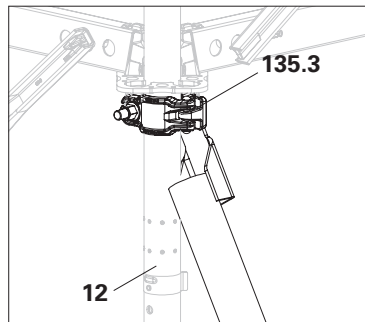

Fig. A15.04a.
(Fig. A15.04a):
2. Da una posizione di lavoro sicura, montare il giunto superiore (135.3) sul montante verticale (12). Spingere il giunto il più vicino possibile alla rosetta e stringere. (Fig. A15.04a)